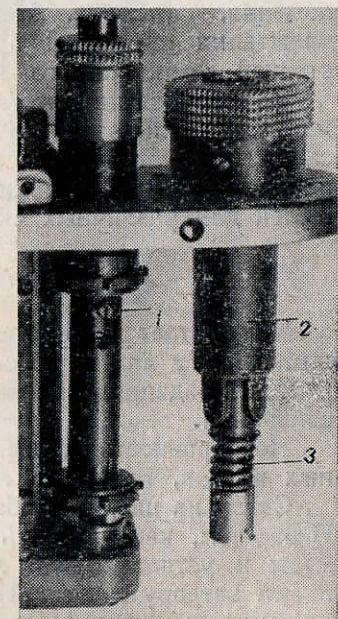

Рис. 162. Фрикционная ось приемной катушки
**Механизм не выключается на перемотку.** В блоке спусковой кнопки имеется муфта, служащая для выключения механизма затвора и дающая возможность обратной перемотки пленки в кассету. При нажатии на эту муфту и одновременном повороте ее до упора механизм включается на перемотку. Иногда работа переключения нарушается вследствие расслабления или потери винта 1 (рис. 162), который крепит муфту переключения.
**Механизм не подает пленку.** Приемная катушка, на которую наматывается поступающая при заводе затвора пленка, надевается на фрикционную ось 2 (рис. 162), которая за счет пробуксовывания компенсирует подачу пленки. Разность натяжения оси происходит от увеличения диаметра при намотке пленки на катушку. При нарушении работы фрикционного валика часто происходит заедание затвора и пленка рвется.
Отсутствие подачи пленки зубчатым барабаном при одновременном нарушении завода затвора происходит от потери винта 1 (рис. 162). Винт 1 в процессе длительной работы может постепенно расшататься и произвольно вывинтиться из резьбы. Если винт потерян, его изготавливают заново. Общая длина винта не должна превышать 3 мм, длина резьбы 1,5 мм, головка 1,5 мм. Диаметр головки 1,5 мм, диаметр резьбы 1 мм. Для ввинчивания винта на место зубчатый барабан устанавливают прорезью кверху и, придерживая за зубцы, медленно поворачивают